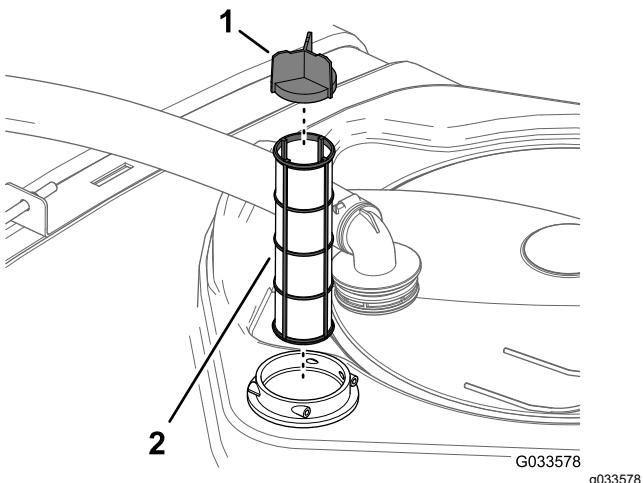

Figure 79
4. Sortez la crêpine d'aspiration du logement du filtre dans le réservoir (Figure 79).